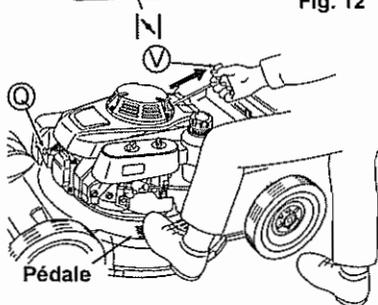

Fig. 13 16
1 Installez le capuchon de la bougie (Q). (Voir Fig. 13)
4 Pour démarrer le moteur, placez un pied sur la pédale du logement, tirez doucement sur le bouton du Démarreur (V) et arrêtez temporairement de tirer lorsque vous sentez une certaine résistance du bouton (Voir Fig. 13), puis tirez fortement sur le bouton à partir de cette position. Après cela, faites doucement revenir le bouton du Démarreur (V) dans sa position initiale.